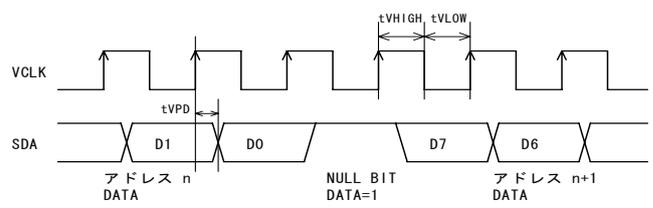

Figure 5. データ出力間の NULL BIT
- ・ データリード時、あるアドレスのデータとその次のアドレスのデータとの間にNULL BIT ("1" データ) が出力されません。(Figure 5. データ出力間のNULL BIT を参照ください。)